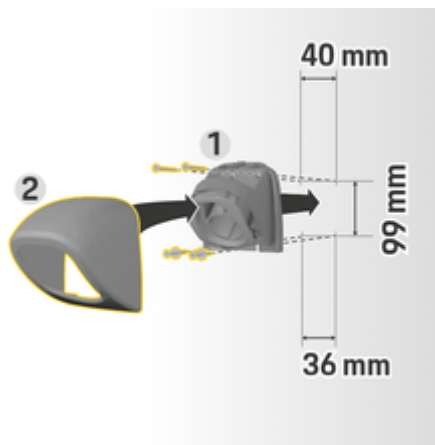

Рис. 172 Розміри отворів
1. Вийміть тримач вилки 1 (Рис. 172) із кришки 2 (Рис. 172).
4. Прикрутіть тримач вилки 1 (Рис. 172) до стіни.
5. Надіньте кришку 2 (Рис. 172) знизу на тримач вилки 1 (Рис. 172) і притисніть догори.